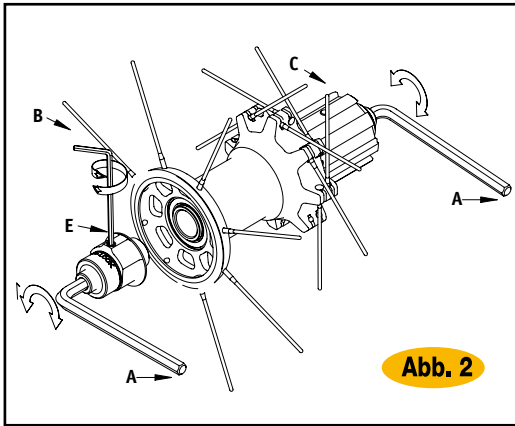
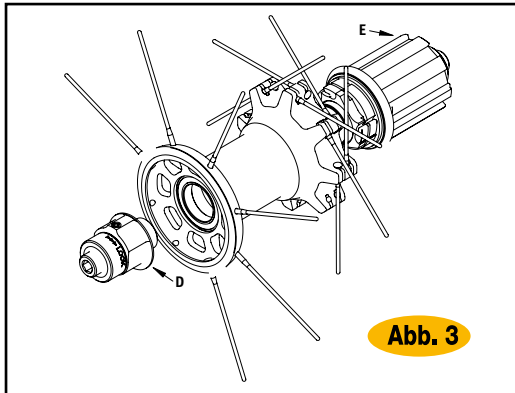

Abb. 2
Abb. 3
- Nachdem der Stift der hinteren Radnabe (Abb.2) herausgezogen wurde, bleibt der Freilaufkörper (C) mit den entsprechenden Sperrklinken verbunden (Abb.3).
- Den Stift (C) wieder mit dem entsprechenden Distanzstück in den Nabenkörper einsetzen und besonders auf die korrekte Positionierung der Sperrklinken achten.
- Den beweglichen Anschlag kräftig festziehen mit einem Drehmoment von 15 N.m und wenn nötig, die Regelung der Nabe über den Ring (D) vornehmen.
- Den Zapfen (E) mit einem Inbusschlüssel (B) lockern (Abb.2).
- Den Zapfen (E) wieder schließen.